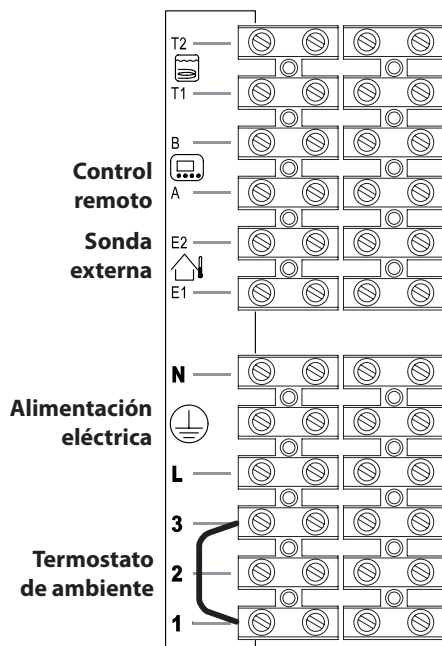
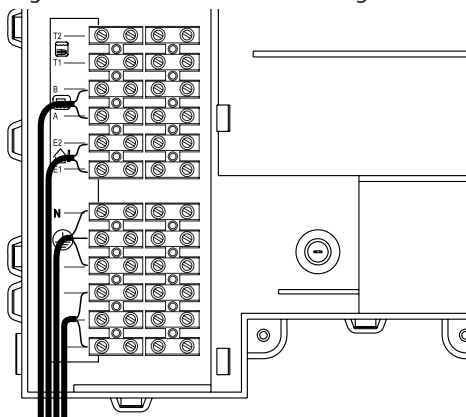
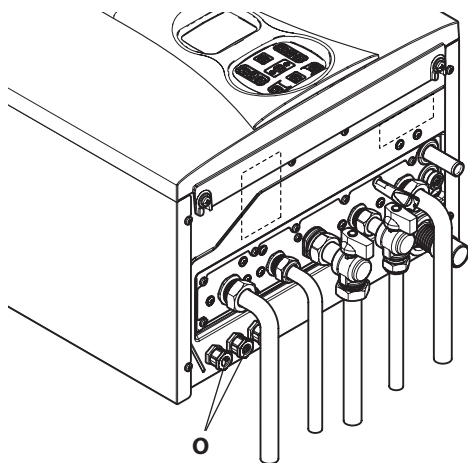

Figura 5.19
Figura 5.20
Figura 5.21
- Conecte el cable de alimentación eléctrica procedente del interruptor onipolar a la bornera de alimentación eléctrica de la caldera (Figura 5.19) respetando la correspondencia de la línea (hilo marrón) y del neutro (hilo azul claro).
El cable o los hilos de alimentación eléctrica de la caldera y del termostato de ambiente deben seguir el recorrido indicado en la Figura 5.20.
Haga salir los cables de la caldera utilizando los pasacables adecuados **O** (Figura 5.21).
Para conectar un termostato de ambiente use los bornes indicados en la Figura 5.19.
Para conectar válvulas de zona use los bornes del termostato de ambiente indicados en la Figura 5.19 y en la Figura 5.20. Los conductores eléctricos de los contactos del microinterruptor de la válvula de zona deben conectarse a los bornes "1 y 3" de la bornera del termostato de ambiente, como en la Figura 5.20.
El cable o los hilos de alimentación eléctrica de la caldera y del termostato de ambiente deben seguir el recorrido indicado en la Figura 5.20. Haga salir los cables de la caldera utilizando los pasacables adecuados O (Figura 5.21).
Los hilos de conexión de la sonda externa deben seguir el recorrido indicado en la Figura 5.20.
El cable del control remoto debe seguir el recorrido indicado en la Figura 5.20.